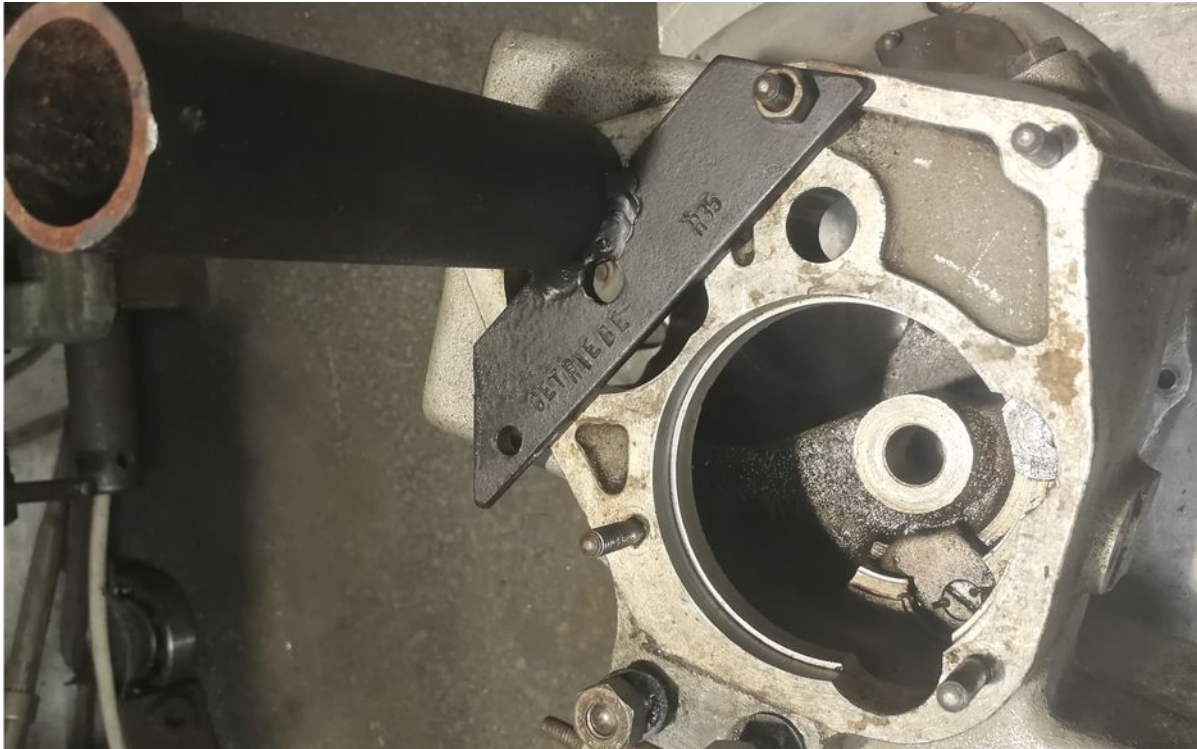

Abbildung 27: Montagefixierung an einem Stehbolzen als Anschlag für hinteres Lager
- Montagefixierung an Getriebegehäuse montieren (siehe Abb. 27)